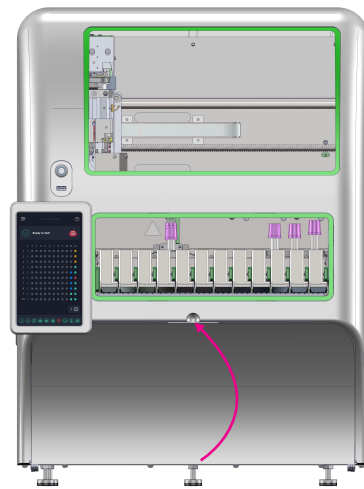

Figura 63
7. Chiudere lo sportello dello scomparto del flacone (Figura 63).